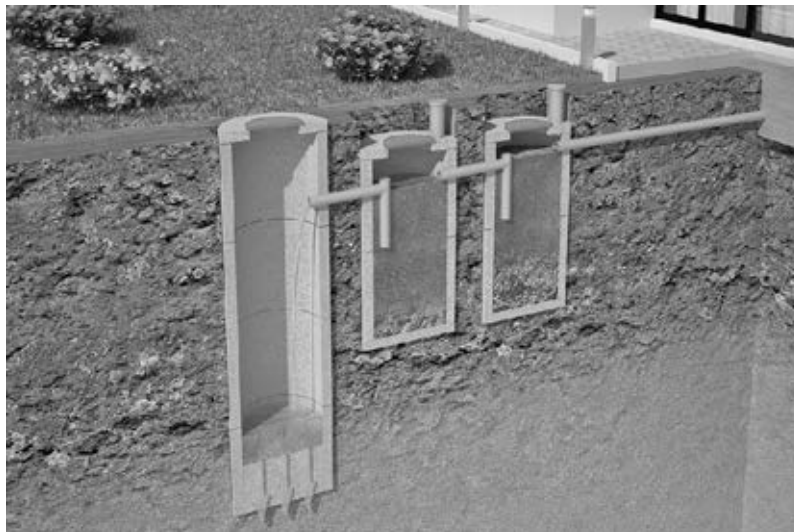

Рис. 14 – Септик
**Септик** (рис. 14) – герметична підземна ємність, або декілька ємностей, де біологічні процеси йдуть довільно, без надходження повітря (анаеробне очищення). Ступінь очищення води на виході з септику – 50-60%. Для септиків необхідне обов'язкове доочищення в дренажному полі.